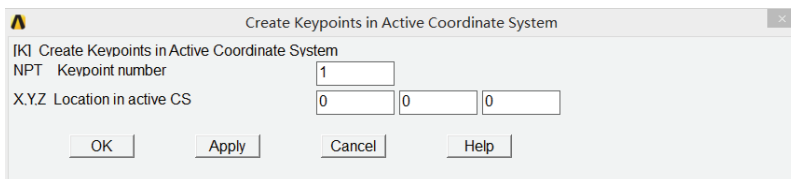

图 4-7 创建关键点对话框
1) 选择 Main Menu | Preprocessor | Modeling | Create | Keypoints | In Active CS 命令, 出现 Create Keypoints in Active Coordinate System 对话框, 在 NPT Keypoint number 输入栏中输入 1, 在 X,Y,Z Location in active CS 输入栏中输入 0、0、0, 如图 4-7 所示, 单击 OK 按钮关闭该对话框。